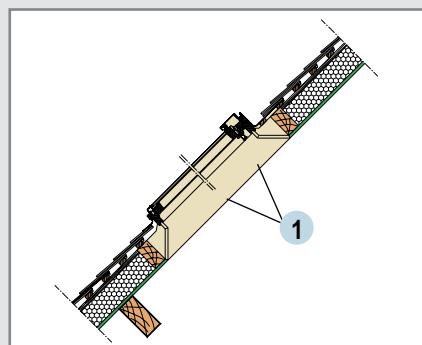

Fig. 23 : Coupe longitudinale
- soit dans une réserve défoncée, dans le panneau (fig. 23 et 24)